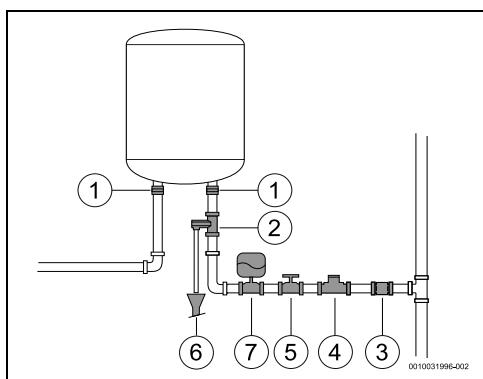

Рис. 11
- ▶ Закройте запорный вентиль воды (→ рис. 11, [5]).
- установите редукционный клапан (рис. 11, [4]). Предохранительный клапан всегда активируется, как только давление воды в баке превышает 8 бар ( $\pm 0.1$  бара) и требуется отвести выпускаемую воду.
- установите расширительный бак (рис. 11, [7]) во избежание частого открытия предохранительного клапана. Объем расширительного бака должен быть равным 5% объема оборудования.